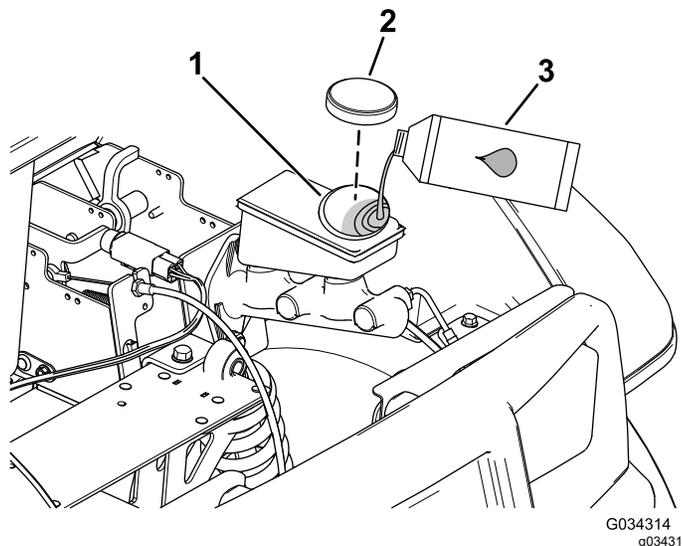

Bild 50
2. Heben Sie die Haube an, um den Hauptbremszylinder und den Behälter zugänglich zu machen (Bild 50).
- Reinigen Sie den Bereich um den Behälterdeckel und nehmen den Deckel ab (Bild 50).
- Schrauben Sie den Behälterdeckel wieder auf (Bild 50).